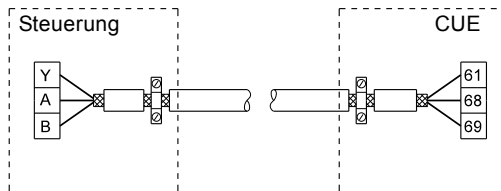

Abb. 39 Beispiel für den Anschluss eines 3-adrigen Buskabels mit Schirm, der an beiden Enden aufgelegt ist
- Der Schirm der Kabel ist an beiden Enden großflächig an Masse anzuschließen. Das gilt sowohl für die Motorkabel als auch für die Signalkabel. Siehe Abb. 39. Verfügt die Steuerung über keine entsprechenden Kabelschellen, ist der Schirm nur am CUE-Frequenzumrichter aufzulegen. Siehe Abb. 40.